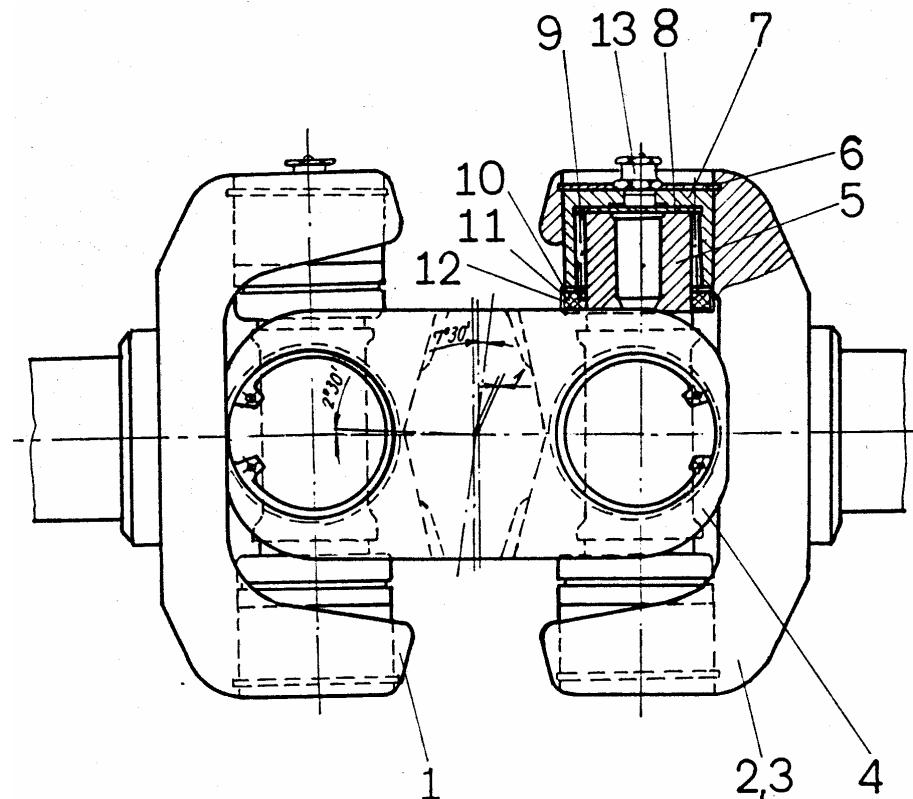

Рис.3. Сборка ведущих валов
2. Проверить исправность рабочих поверхностей ведущих полуосей, шарнир и крестовин. В вилку внутренней ведущей вал запрессовать на глубину примерно половины гнезда собранный подшипник. Крестовину одним шипом продеть в свободное отверстие в вилке вала и противолежащий шип вложить в предварительно частично запрессованный подшипник. Подшипник затем напрессовать на полную глубину вплоть до канавки под стопорное кольцо и фиксировать стопорным кольцом 6 (рис. 3).
Внимание!: при сборке крестовин нужно у шипа со смазочным отверстием ставить подшипник кардана с установленной пресс масленкой 13 (рис.3).